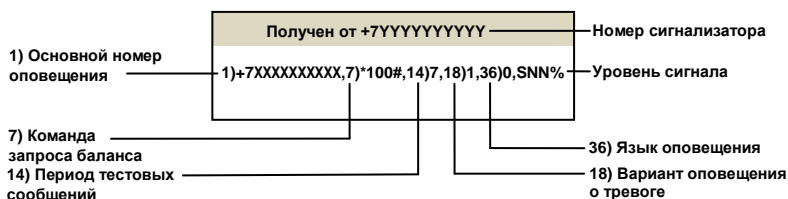

Рис.8 Пример SMS с настройками
На основной номер оповещения так же приходят сообщения о добавленных номерах (п.2.4), сообщения с настройками (рис.8), сообщения об автовозврате в режим «Охраны» (рис.6) и тестовые сообщения содержащие баланс.
4. По окончании одной минуты после последнего звонка, сигнализатор на основной номер отправит SMS с настройками (рис. 8) и перейдет в режим «Охраны».